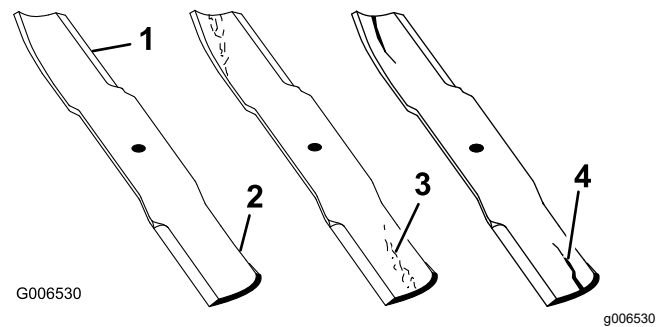

Figura 53
1. Inspeccione los filos de corte (Figura 53).
4. Si observa fisuras, desgaste o la formación de una ranura en esta zona, instale de inmediato una cuchilla nueva (Figura 53).